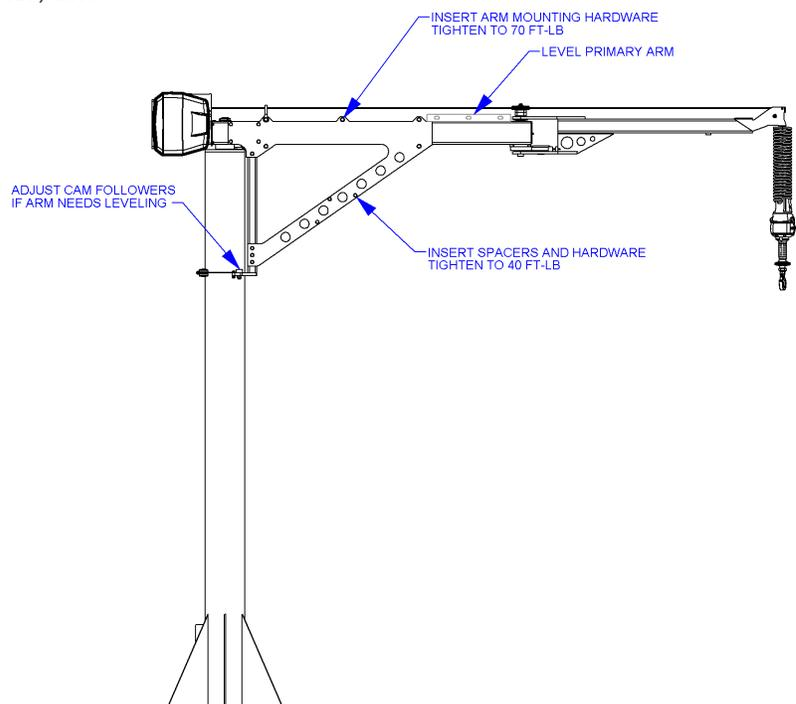

Abb. 4B. Anpassung der Armbaugruppen-Nivellierung.
4.1.2 Legen Sie eine Wasserwaage über den Primärarm (**Abb. 4B**). Stellen Sie die Armbaugruppe je nach Bedarf nach oben oder unten ein, indem Sie die Exzenter verwenden. Um den Arm anzuheben, drehen Sie die Exzenter, um den Abstand zwischen der Exzenterplatte und dem Mast zu vergrößern. Um die Armbaugruppe abzusenken, drehen Sie die Exzenter, um den Abstand zwischen der Exzenterplatte und dem Mast zu verringern.